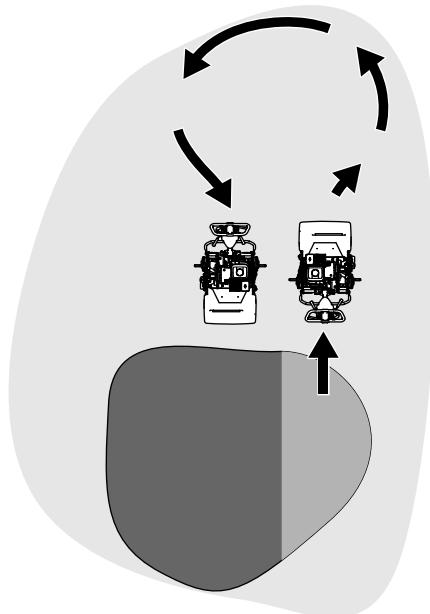

Рисунок 23
- Поворачивать машину следует за пределами грина, поднимая режущий барабан (нажимая на рукоятку вниз) и поворачивая машину по каплевидной траектории на тяговом барабане (Рисунок 23).
- Найдите рычаг включения тяги на коробке передач трансмиссии (Рисунок 23).